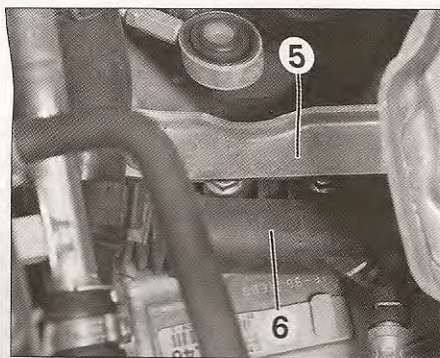

fig. 11
- Desmontar el refuerzo (5) del soporte de caja de velocidades (fig. 11).